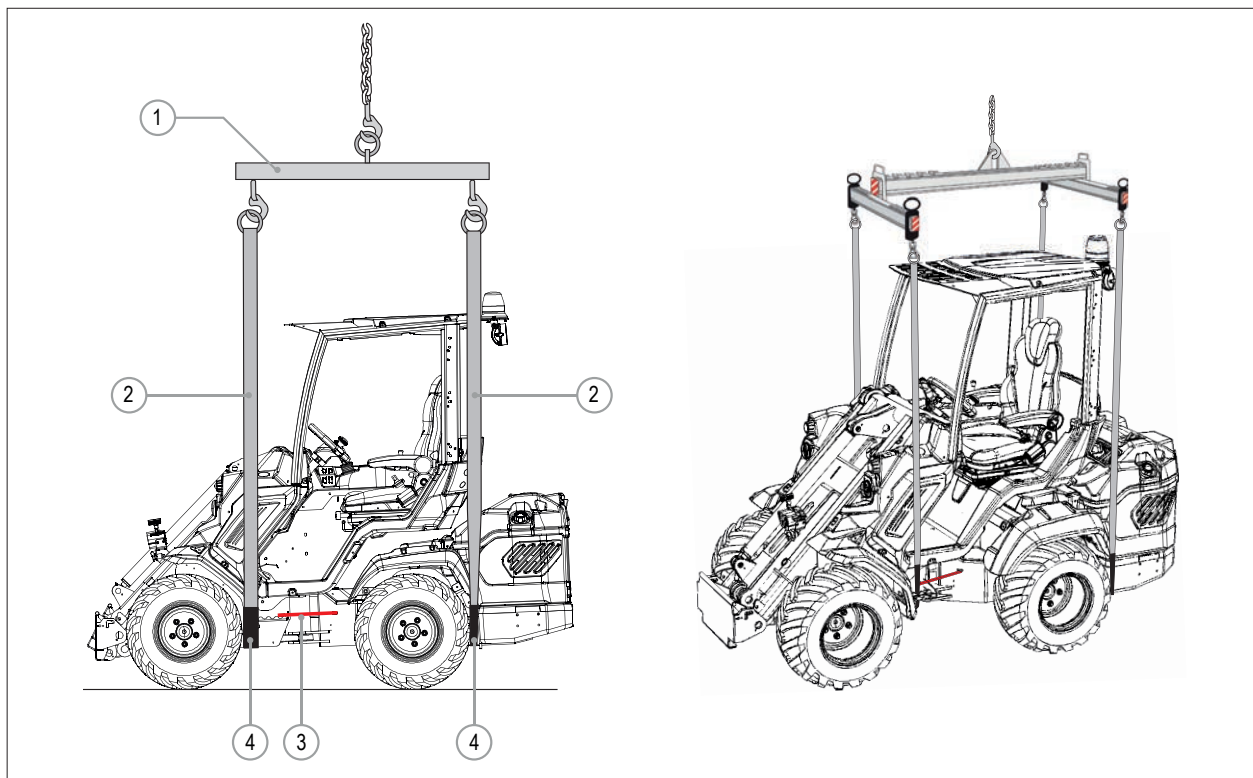

РИС. 24
- 2) Вставьте кронштейн блокировки рулевого управления (РИС. 24 - Сс. 3) (см. пар. 5.2.1).
- 3) Используйте подъемную балку (РИС. 24 - Сс. 1) соответствующей грузоподъемности и назначения.
- 4) Зацепите подъемные стропы (РИС. 24 - Сс. 1) за крепежные скобы на передних и задних колесах (РИС. 24 - Сс. 2).